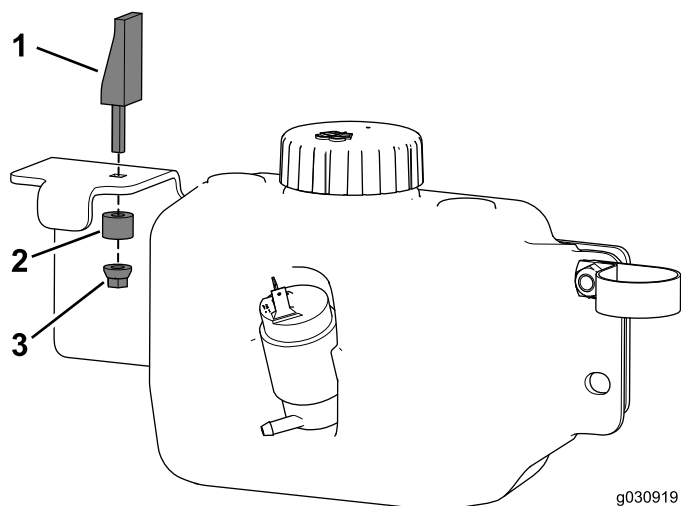

Рисунок 35
4. Установите эксцентриковую защелку в сборе на крепление бачка (Рисунок 35).